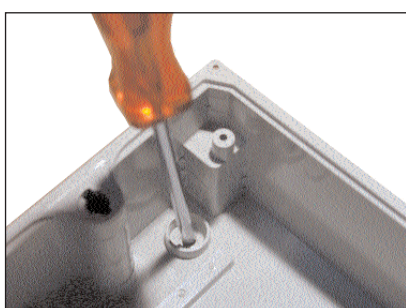

fig. 10
6. Doorboor de 4 voorgestane gaten in de bodem van de behuizing met behulp van een boormachine of een schroeven-draaier. (fig. 10)